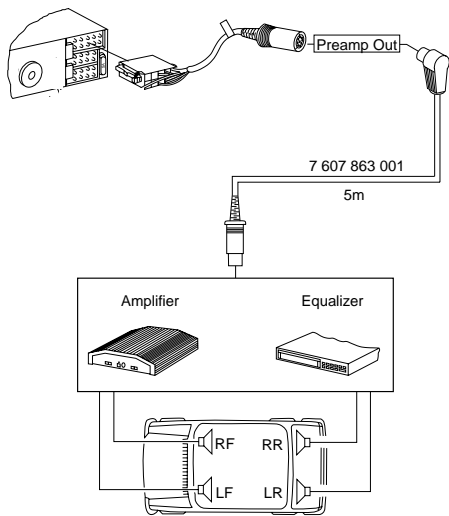

Fig. 6
- Equalizer- und Amplifieranschluß Fig. 6
Connection of equalizer and amplifier fig. 6
Raccordement de l'égaliseur et de l'amplificateur fig. 6